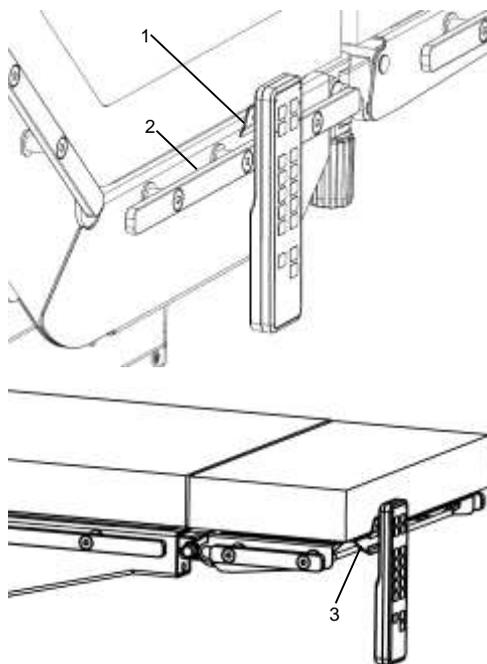

Figura 2-6 Fixação do controle manual com fio
Como mostra a Figura 2-6, acople o suporte (1) ao trilho lateral (2) ou à porca (3).